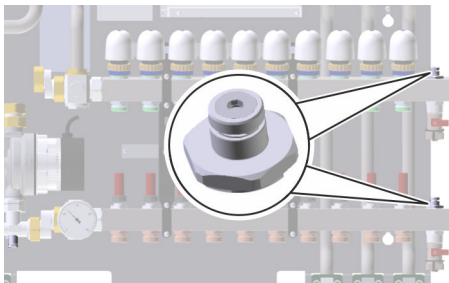

Abb. 94: Ventile aufdrehen
3. ➤ Während des Entleerens die 2 Ventile (Abb. 94) aufdrehen.